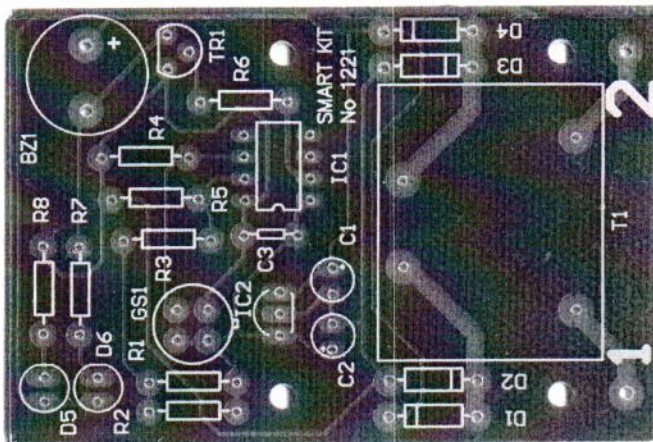

Рис. 4 Монтажная схема
3. Установите все детали согласно рис. 4 в следующей последовательности: сначала малогабаритные, а потом все остальные элементы. Вставьте контроллер в панельку. Датчик газа должен устанавливаться на некоторой высоте от платы (удобно вообще не обрезать его выводы). Термистор установите на одной высоте с датчиком газа.